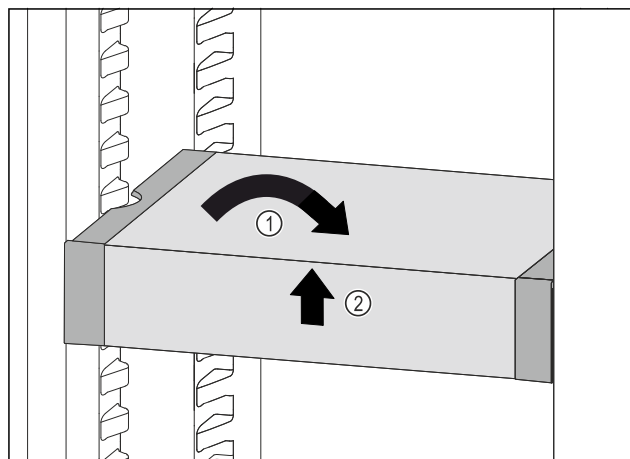

Fig. 60
- ▶ VarioSafe postavte rovně. Fig. 60 (1)
- ▶ VarioSafe vpředu zvedněte. Fig. 60 (2)